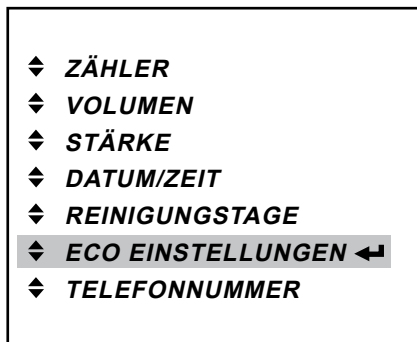

Abb. 38
- Drücken Sie die Entertaste ◀, um das Menü «ECO EINSTELLUNGEN» aufzurufen. (Abb. 38)